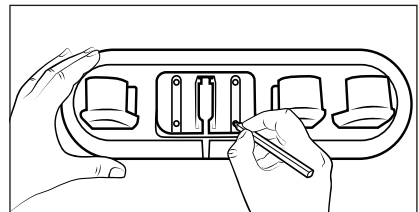

Abb. 5
- 3) Benutzen Sie die Zubehörhalterung **16** zum Anzeichnen der vier Bohrlöcher an der Wand (siehe Abb. 5).